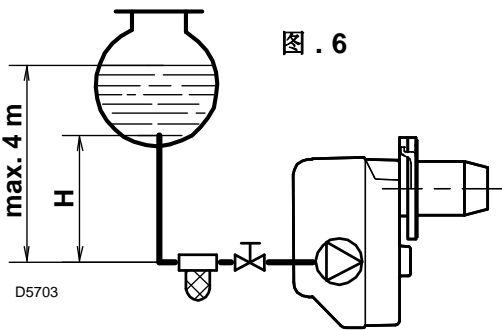
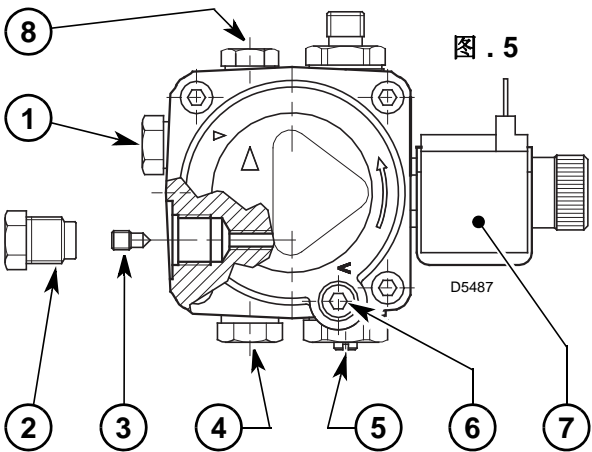

图 . 6
图 . 5
- 设计时泵是按双管运行的。如单管运行，须拧下回油螺钉 (2)，移开旁路螺钉 (3) 后再拧紧螺钉 (2)。(参见图 . 5)。
在图 . 6 所示系统中，松开油压表接口螺钉 (5, 图 . 5) 直到有油流出就可以了。
要改变压力时调整压力调节螺钉 (4, 图 . 5, P 4).